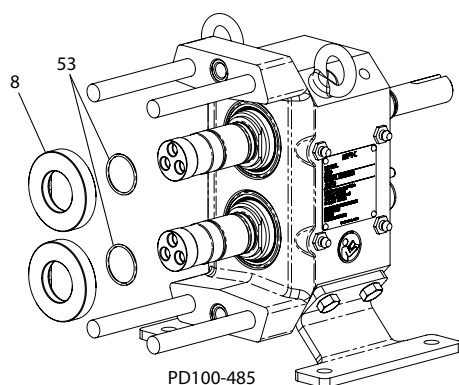

Figura 34: Desmonte los asientos de los sellos
1. Desmonte de los ejes los asientos de los sellos (Figura 34, renglón 8). Sea cuidadoso a fin de evitar daños a los asientos y a los ejes.